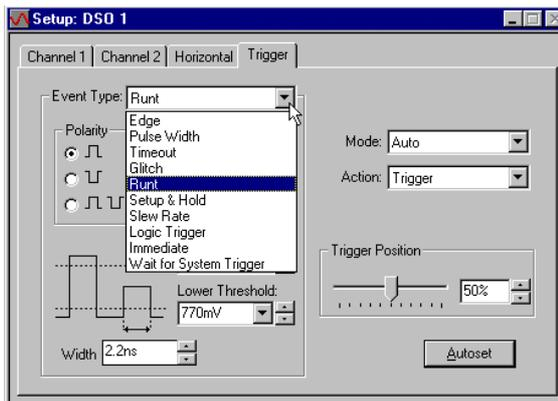

図 2-55 : [DSO Setup Trigger]タブ
4. [Trigger]タブを選択します (図 2-55)。